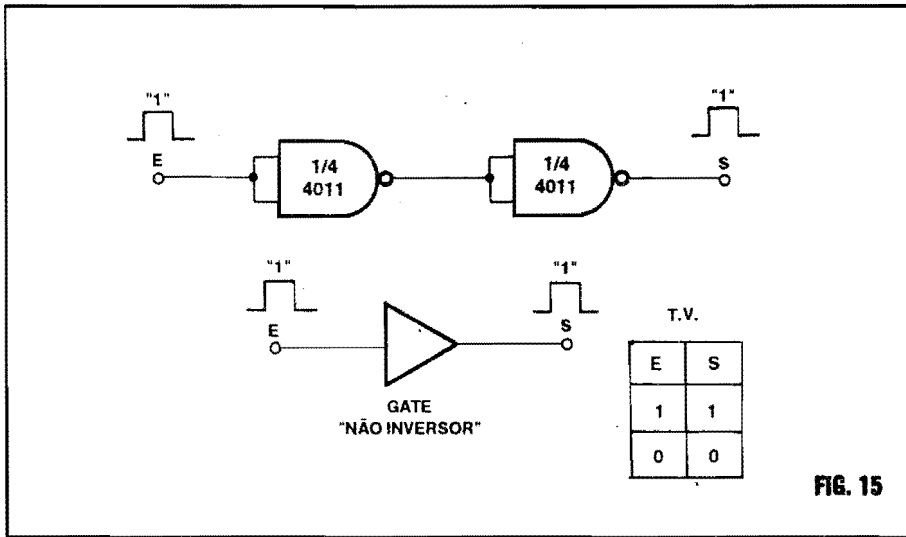

FIG. 15
- FIG. 15 - OUTROS "TRUQUES" COM GATES C.MOS... - Vocês se lembram que, na "Aula" anterior (20) foi dito e mostrado que o bloco digital lógico mais simples que existe é o chamado **gate NÃO INVERSOR**, cujo símbolo é aquele simples "triângulo", sem a "bolinha inversora" na ponta correspondente ao terminal de Saída... Também vimos que um **gate** desse tipo elementar, sempre mostra em sua Saída um estado ou nível digital **idêntico** ao aplicado à sua Entrada... Aparentemente (**apenas** "aparentemente"...) trata-se de um bloco que "não faz nada" (afinal, para que serve um negócio no qual *enfia-se uma banana na Entrada, e obtém-se, na Saída, a mesma banana*...?). As coisas, porém vão mais além do que percebemos à primeira vista...! Explicando: um bloco